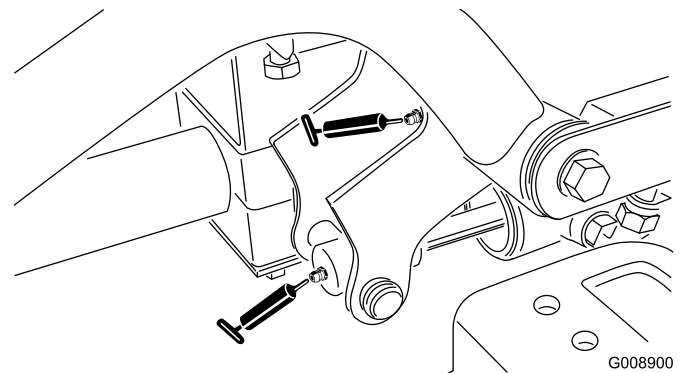

Bild 56
- Rechte vordere Hubarm-Drehbüchsen und Hubzylinder (2) (Bild 56)